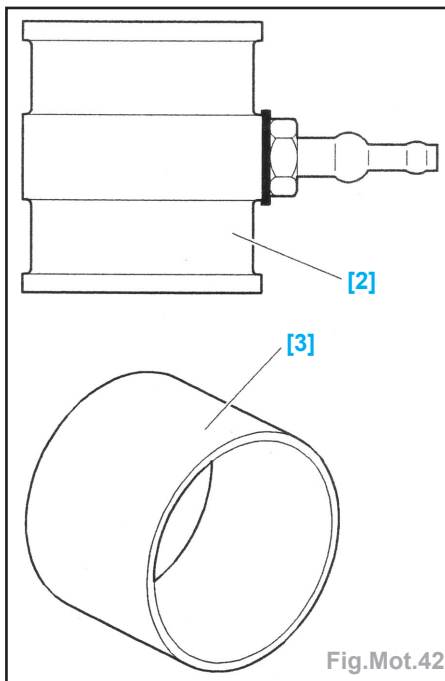

Fig.Mot.42
- Outils nécessaires (Fig.Mot.42) :